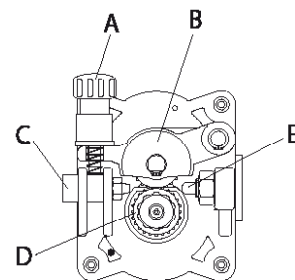

FIG. 6
- Remover o invólucro que envolve a bobina e colocá-la no carretel. Remontar os colares (E/F, somente para bobinas de 5 kg, aquelas de largura inferior E deve ser colocado entre a bobina e a parede do carretel) e reapertar por fim a porca (A), girando-a em 180° (posição 2).
- Remova a bobina montada (B) do carretel (C).
- Afrouxe o volante (A), remova a mola e a arruela interna; remova o carretel (C) do eixo.
- Insira a bobina **de diâmetro de 100 mm** no eixo, insira a arruela, o espaçador (G) e a mola.
- Volte a apertar o volante (A).
**⚠ O volante (A) constitui o sistema de freio da bobina. Uma pressão excessiva forçará o motor de alimentação. Uma pressão insuficiente não bloqueará imediatamente a bobina quando a soldagem for interrompida.**
- Afrouxe e baixe o botão plástico (A) e solte a alavanca de pressão do arame (B) (Fig.6). Extraia os eventuais resíduos de arame da bainha (E).
- Solte o arame da bobina e mantenha-o apertado com dois alicates, de modo que não possa desenrolar-se. Se necessário, endireite-o antes de o inserir na guia de entrada (C) do arame. Insira o arame fazendo-o passar sobre o rolo inferior (D) e na bainha (E).
- Baixe a alavanca de pressão do arame (B) e levante o botão plástico (A). Aperte ligeiramente. Um aperto excessivo bloqueará o arame, podendo danificar o motor. Um aperto insuficiente impedirá que os rolos puxem o arame.
- Abra o painel lateral. Afrouxe e baixe o botão plástico (A) e solte a alavanca de pressão do arame (B) (Fig.6). Corte o arame (desde que já tenha sido carregado) mantendo-o sempre preso com os alicates, de modo que não se desenrole, e fixe-o no furo apropriado na roda dentada. Afrouxe o bico e remova o cabeçote da tocha e, com dois alicates, remova o arame da bainha.